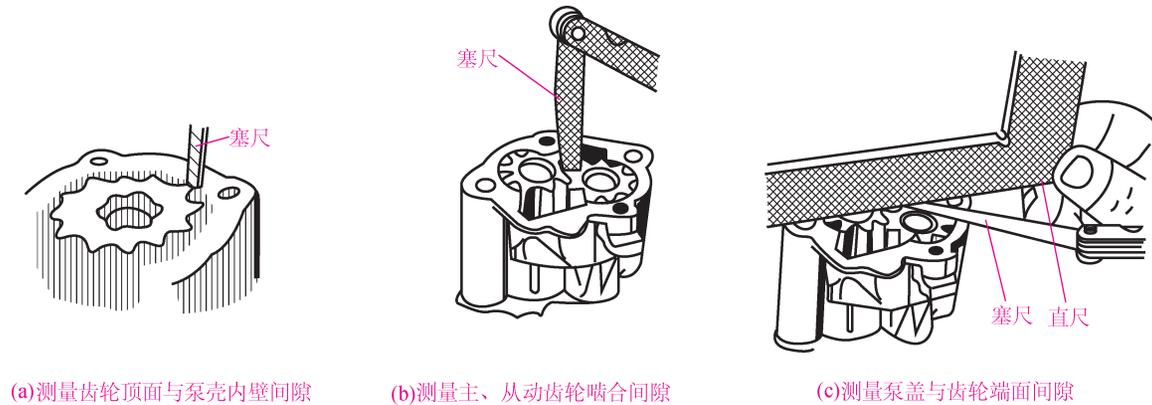

图 3.1-3 齿轮式机油泵配合间隙的检查
- (1) 分解机油泵。
- (2) 清洗机油泵。
- (3) 检查配合间隙 (见图 3.1-3), 并记录数据 (见表 3.1-1)。